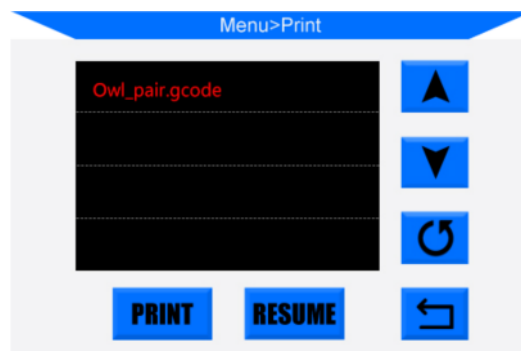

Abbildung 28
3. Stecken Sie die SD-Karte (Rückseite nach oben) in den SD-Kartensteckplatz an der Basis ein. Klicken Sie im Home-Menü auf "Print", um die Dateiliste aufzurufen. Klicken Sie auf die gewünschte Datei (z. B. "owl_pair") und klicken Sie auf "Print" (**Abb. 28**). Das Gerät erwärmt nacheinander die beheizte Plattform und die Düse und druckt dann.